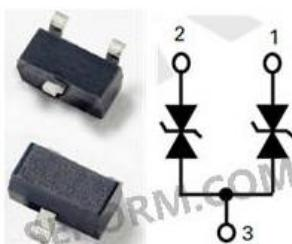

图2：SM24CANB-02HTG实物图和内部功能框图示意图
针对如上的设计需求，这里推荐Littelfuse的CAN总线保护TVS管SM24CANB-02HTG，为500W TVS二极管阵列，内含两个双向TVS管，封装为SOT23-3，其实物图和内部功能框图参考如下图2所示。
- 2、具有低的钳位电压特性，VC ( max ) : 34V~50V，参考如下图2所示